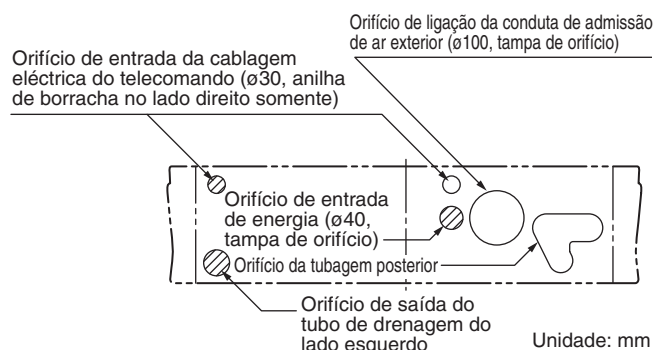
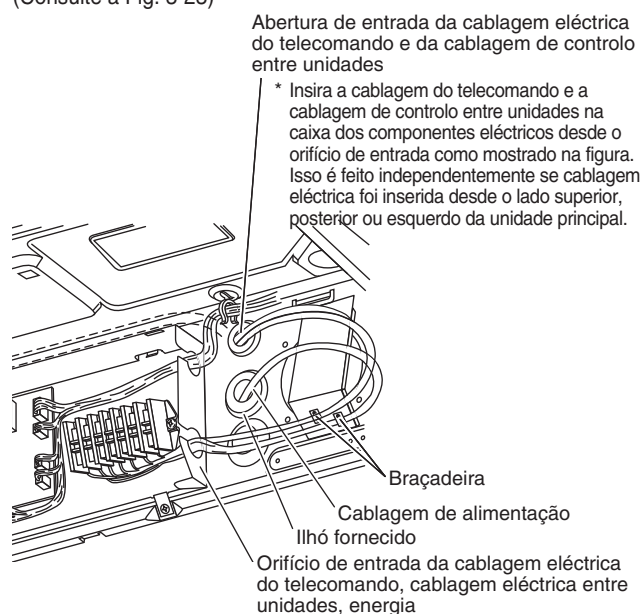

Fig. 3-18
Fig. 3-23
Há uma abertura de ligação para conduta (furo pré-cortado) na parte posterior direita do painel superior da unidade interior para aspirar ar fresco. Se for preciso aspirar ar fresco, retire a tampa abrindo o furo e ligando a conduta à unidade interior através da abertura de ligação. (Fig. 3-18)
- * Quando encaminhar a tubagem através dos lados superior ou direito, retire as tampas de orifício apropriadas do painel superior e corte entalhes no painel lateral (Fig. 3-18).
As aberturas de entrada da cablagem do telecomando estão localizadas nas partes posterior e superior (para utilização com o telecomando com fio). Para mais detalhes, consulte a Fig. 3-18. Para o método utilizado para inserir a cablagem, consulte a Fig. 3-23. Fixe o ilhó fornecido à abertura de entrada da cablagem de alimentação com material adesivo (fornecimento de campo). (Consulte a Fig. 3-23)